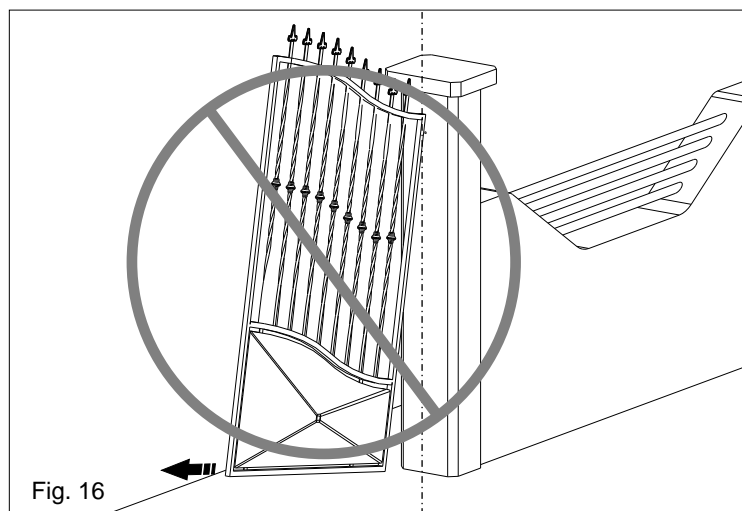
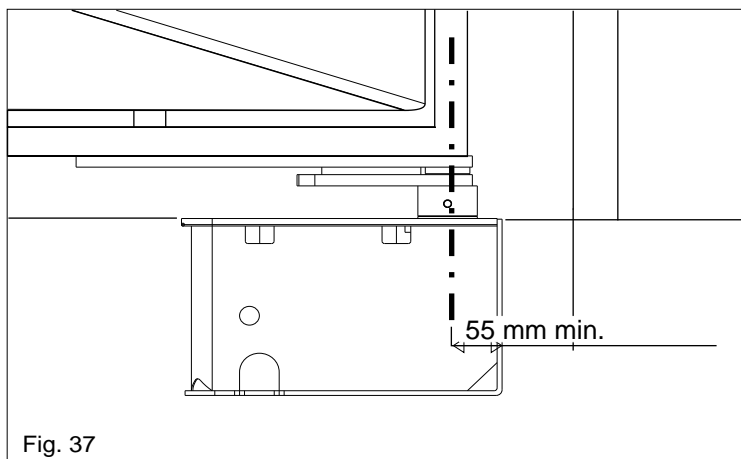

Fig. 16
Fig. 37
4.3. Hacer mucha atención a no poner la hoja fuera de los ejes (Fig. 16 y 17), pero hacer de manera que el árbol coincida con el eje de rotación del martinete.
11.3. Hacer mucha atención a no poner la hoja fuera de los ejes (Fig. 16 y 17), el árbol tiene que coincidir con el eje de rotación del gozne teniendo en cuenta que la distancia mínima de la columna es de 55 mm (Fig. 37).